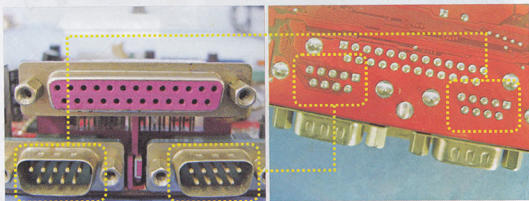

图22-5 微星主板的串口及焊脚
(1) 检查串行接口的焊脚及本身均连接良好，如图22-5所示。